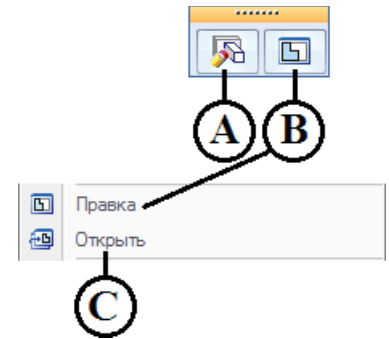

Рис. 2.7.21. Команды быстрого и контекстного меню для редактирования компонентов сборки и их связей
- **Показать все размеры** – если данный параметр установлен, то размеры (например, смещения) будут отображаться при выборе детали и нажатии кнопки **Правка** в быстром меню (см. ниже рис. 2.7.21, А). Если параметр выключен, то отображаются только размеры, относящиеся к связи, выбранной в нижней панели навигатора.
- *контекстный (по месту)*, запускается с помощью команды контекстного меню данного компонента **Правка по месту**, команды быстрого меню, появляющегося после выбора конкретного компонента (рис. 2.7.21, В) или двойным щелчком ЛКМ по компоненту в навигаторе или графическом окне;
- *в отдельном окне*, запускается с помощью команды контекстного меню данного компонента **Открыть** (рис. 2.7.21, С);
Если выбрать в появившемся быстром меню команду **Правка** (рис. 2.7.21, А), то вновь будет запущена команда **Собрать компоненты** в режиме добавления новой связи. Выбрав из раскрывающегося списка на шаге **Параметры** уже созданную связь, можно отредактировать ее – например, изменить тип и/или переназначить грани.
- изменить тип смещения (D) – аналогично действиям в меню команды наложения связи;
- поменять (F) – перевернуть деталь на другую сторону поверхности или плоскости касания;
- отредактировать связь (G) – аналогично выполнению команды **Правка** быстрого меню компонента сборки (рис. 2.7.21, А) с переходом к редактированию выбранной связи;
- применить или сохранить стиль размера (H);
- изменить точность отображения размеров (I).